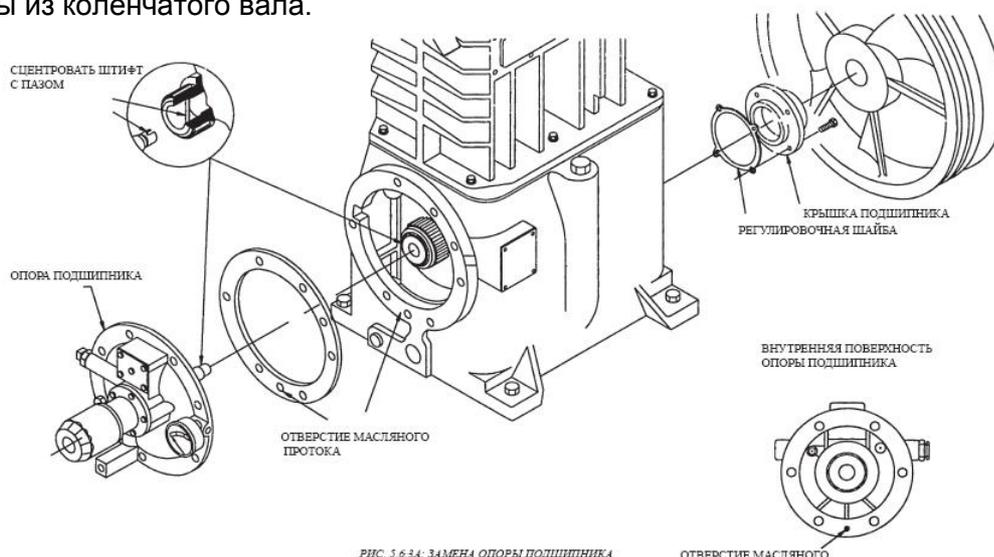

РИС. 5.6.3А. ЗАМЕНА ОПОРЫ ПОДШИПНИКА
2. Запрессовать новые подшипники на место и вновь установить коленчатый вал и опору подшипника на картер. При повторной установке опоры подшипника необходимо убедиться, что паз на валу масляного насоса выровнен со штифтом в коленчатом вале. Убедиться, что прокладка опоры подшипника установлена таким образом, что отверстие масляного протока не заблокировано (см. рис. 5.6.3А).